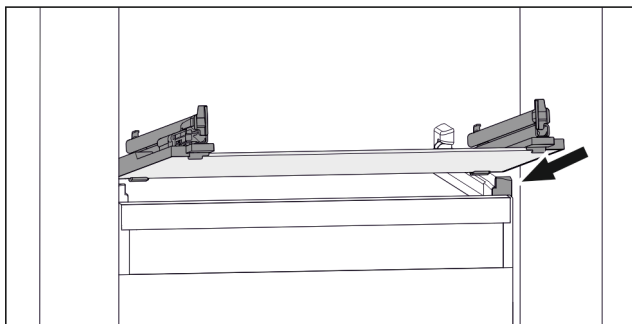

Fig. 98 Příklad znázornění skleněné desky
- ▶ Nasadte skleněnou deskou šikmo za zářáčky. (viz Fig. 98)